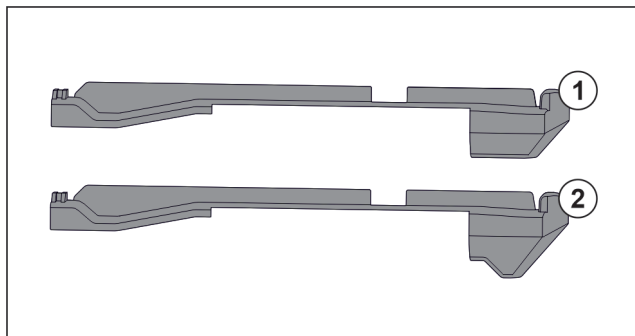

Fig. 150 Confronto degli elementi inseribili
Nell'apparecchiatura si trovano due diversi elementi inseribili. L'elemento inseribile sopra il cassetto più in basso Fig. 150 (2) presenta un bordo triangolare. Tutti gli altri elementi inseribili Fig. 150 (1) dispongono di un bordo dritto.
- Applicare l'elemento inseribile Fig. 150 (2) con il bordo triangolare sopra il cassetto più in basso.
- Applicare l'elemento inseribile Fig. 150 (1) con il bordo dritto su tutti gli altri punti.